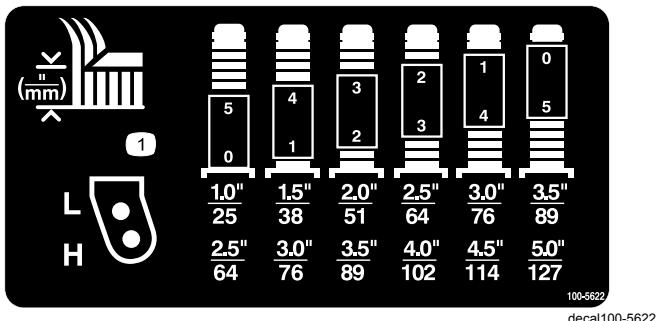

Bild 9
2. Stecken Sie die Laufradachsen in beiden Laufradgabeln in die gleichen Löcher. Ermitteln Sie die richtigen Löcher für die Einstellung mit Bild 8 und Bild 9.
Die Kombination der Distanzstücke für die Einstellung entnehmen Sie Bild 8 und Bild 9.